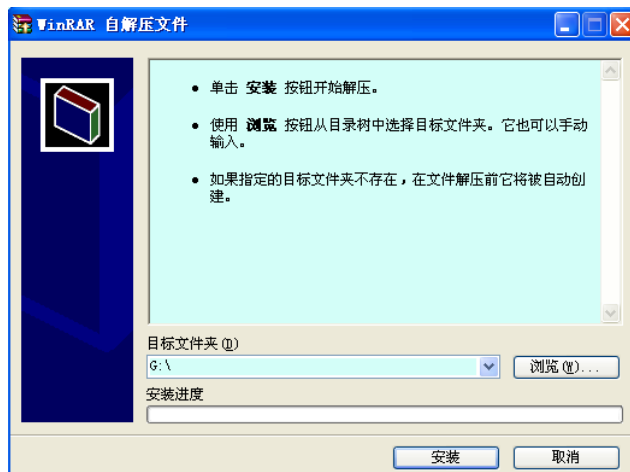

图 6-5 U 盘还原安装包
2. 在 PC 机的桌面窗口双击 U 盘备份还原安装包(WEIHONG-NC65C-XP-V*.exe)，出现如图 6-5 所示界面。